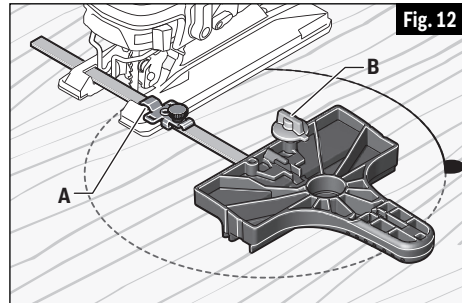

Fig. 12
4. Insérez la barre du guide à travers une bride de fixation, puis à travers les trous pratiqués dans le pied, depuis n'importe quel côté du pied, (Fig. 12). (Si possible, placez la deuxième bride de fixation sur la barre depuis le côté opposé de la scie sauteuse.)